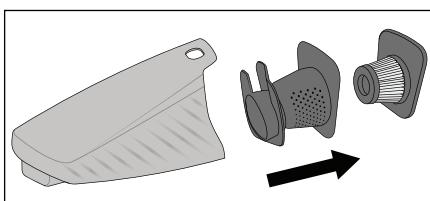

Fig. 4
- 3) Commencez par sortir le filtre HEPA 3 et ensuite le filtre grossier 6 hors du bac à poussière 7 (fig. 4). Tapotez ces deux pièces au-dessus d'une poubelle ou similaire. Si nécessaire, vous pouvez rincer le filtre HEPA 5 à l'eau claire. Ensuite, laissez-le sécher entièrement à l'air.